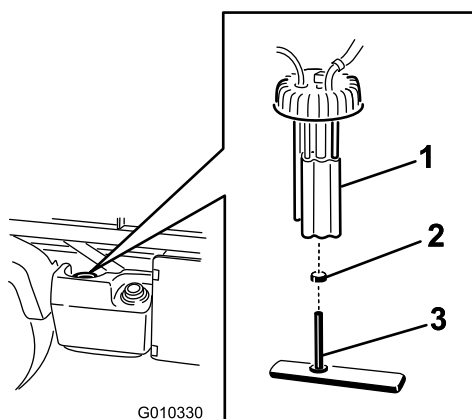

Figura 48
2. Estraete il connettore di cablaggio fili dalla pompa del carburante (Figura 48)
3. Allentate la fascetta stringitubo e scollegate i tubi del carburante dal tappo della pompa del carburante (Figura 48).
4. Togliete il tappo della pompa del carburante dal serbatoio del carburante (Figura 48).
5. Rimuovete il gruppo pompa e filtro del carburante dal serbatoio (Figura 48).
7. Rimuovete il tubo dai raccordi (Figura 48).